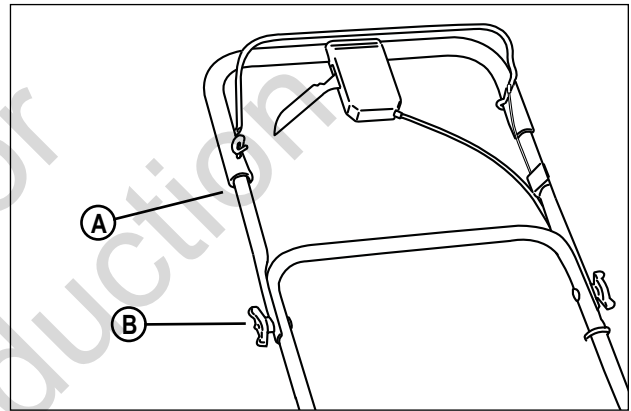

Figure 2 : Dépliage de la partie supérieure du manche
6. Poussez la partie supérieure du manche (**A, Figure 2**) en position opérationnelle (relevée). Serrez les écrous à ailettes (**B**).